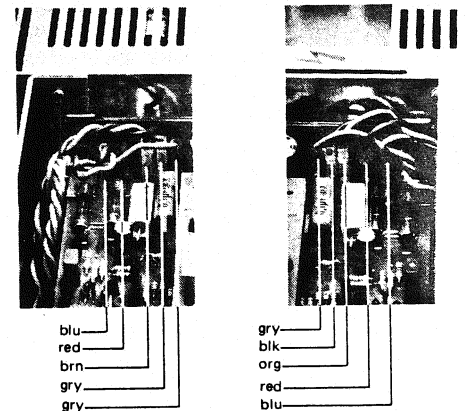

Fig. 2.6
### 2.7 Kuehlaggregat inklusive POWER AMPLIFIER PCB 1.725.800 ausbauen (Fig. 2.6 und 2.7)
- Auf jeder Seite des POWER AMPLIFIER PCB's je fuenf Flachstecker ausziehen (Fig. 2.6).